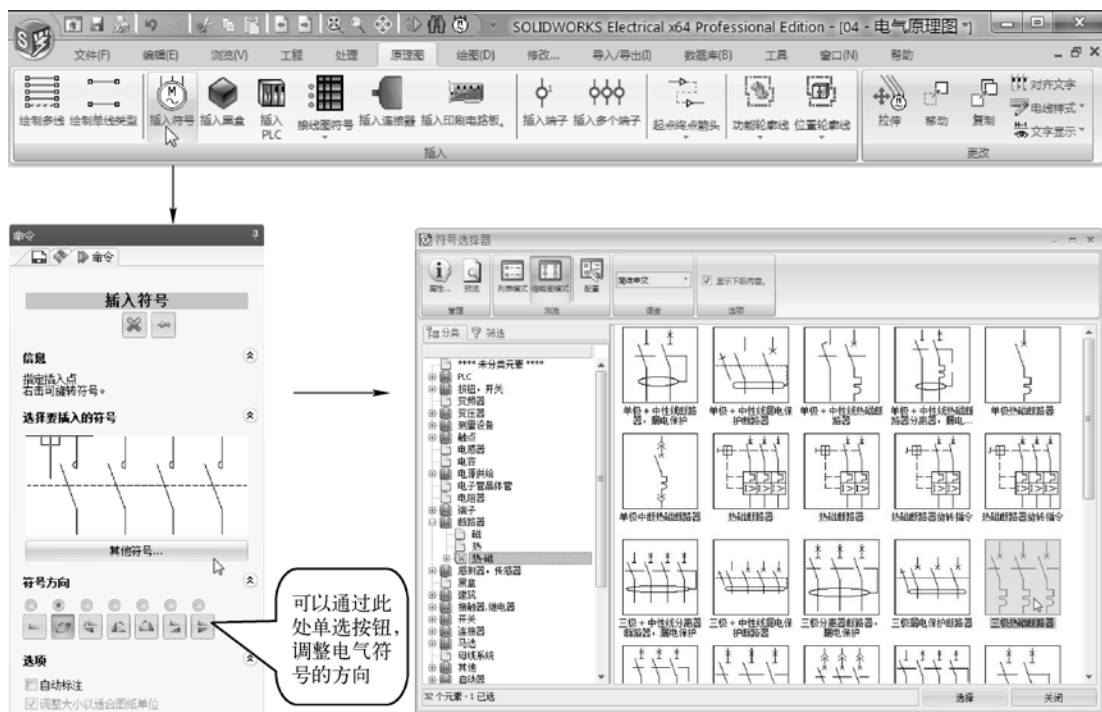

图 7-18 选择电气元件
STEP 1 接着 7.2.1 节进行操作。在绘制电线后，单击“原理图”选项卡中的“插入符号”按钮，在左侧可停靠面板中自动打开的“命令”选项卡中，单击“其他符号”按钮，打开“符号选择器”对话框，如图 7-18 所示。然后按照常见分类选择的方式，找到“三级热磁断路器”符号，并单击“选择”按钮（表示要使用此符号）。